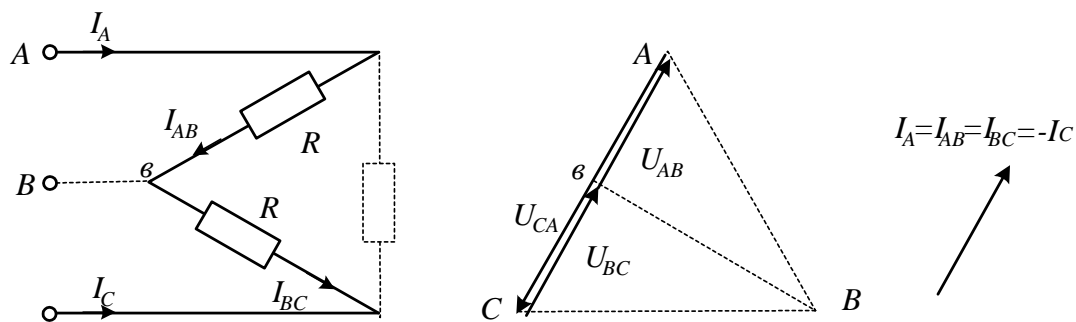

Рисунок 5 Векторная диаграмма цепи при одновременном обрыве одной фазы и линейного провода
**При одновременном обрыве линейного провода и одной фазы** нагрузки цепь также становится однофазной (рис. 5 и 6).